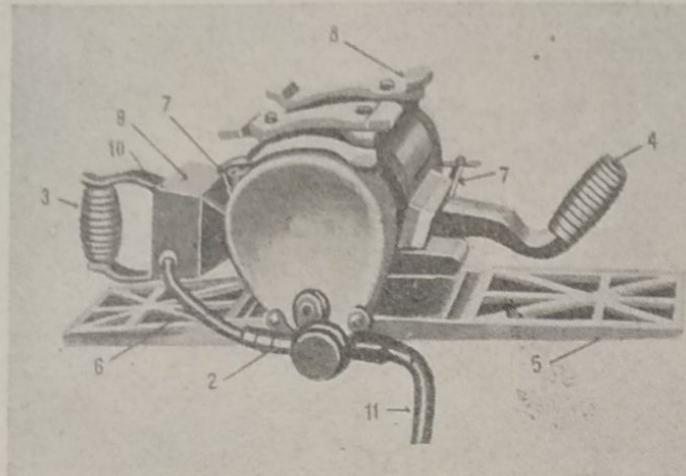

Рис. 1
Электрорубанок (рис. 1) предназначен для строгания и фугования различных деревянных изделий и заготовок и широко применяется главным образом на строительных площадках, при обработке досок, брусьев, рам и т. д.
На корпусе электрорубанка (рис. 1) имеются две рукоятки (3) и (4), служащие для управления рубанком во время работы.